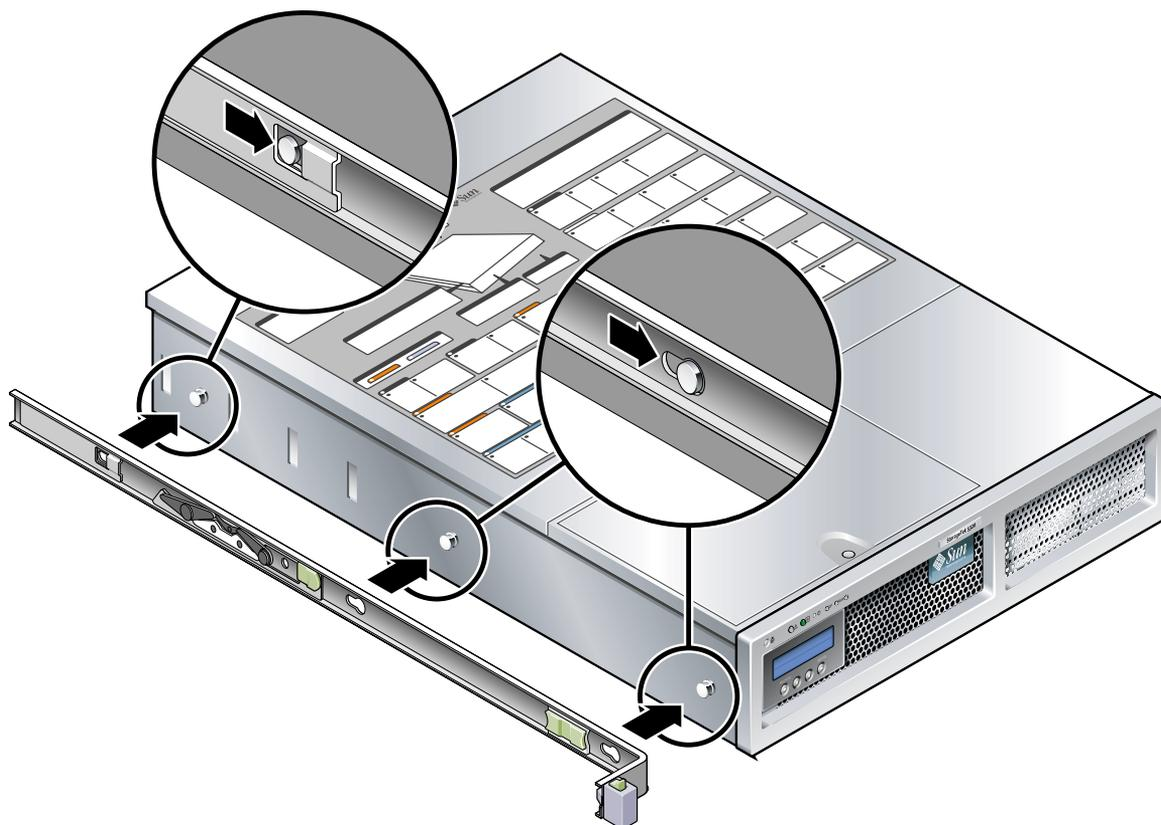

図 2-14 固定部品のシャーシへの取り付け
- a. スライドレールロックを正面側にして、固定部品の 3 つのはめ込み用の穴とシャーシ側面の 3 つの位置決め用ピンの位置に合わせて、サーバーシャーシに固定部品を配置します (図 2-14)。
- c. 図 2-14 の右側に示すように、3 つの位置決め用のピンがはめ込み用の穴に固定され、背面側の位置決め用のピンが固定部品のロックにかみ合っていることを確認します。